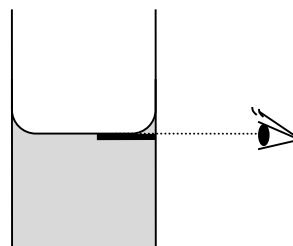

図 3 標線の読み方
- ・ 標線の読み方 … 図 3 のように、標線と同じ高さに目をおき、メニスカスの最下端を標線の上縁と一致させて目盛を読む。